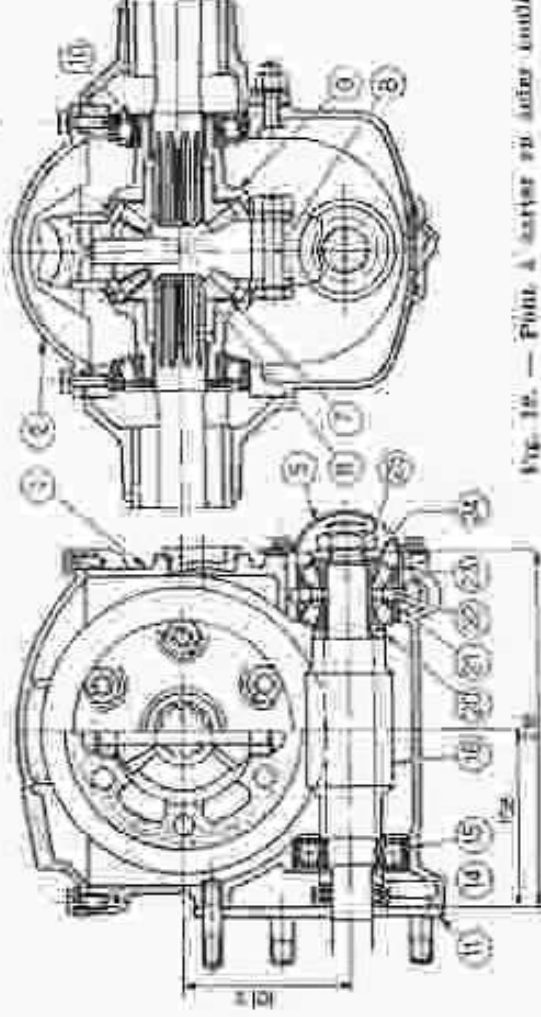

Fig. 19. — Pont à Carter en acier tombé
- Huiler abondamment l'intérieur du tube pour faciliter le glissement de la cage de roulement (1) (Fig. 19).
- Introduire le corps d'extracteur par l'arrière du tube de poussée, en le ramenant convenablement pour que le taraudage (2) reste horizontal.
Nous avons signalé en chapitre « Caractéristiques Détaillées » que depuis 1963, les dérives (1) sont équipées d'un pont en alliage d'aluminium. Les figures 19 et 20 permettent d'identifier les deux montages et les pièces qui sont décollées sont indiquées dans le tableau suivant.